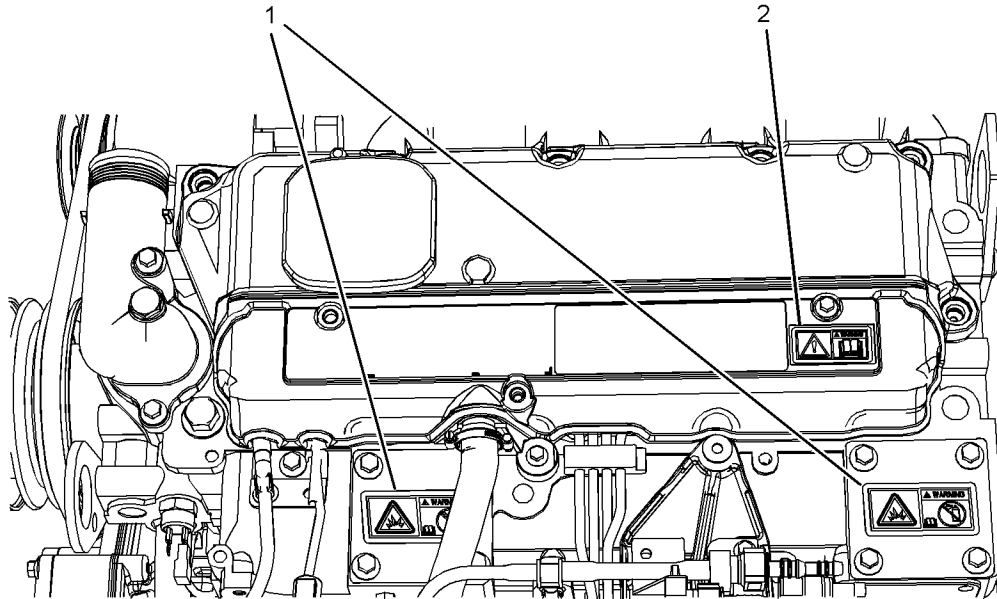

Abbildung 2
Das Schild Allgemeine Warnung (2) befindet sich hinteres Ende vom Ventilmechanismusdeckel. Siehe Abbildung 2.
Das Äther-Warnschild (1) befindet sich auf dem Deckel des Ansaugkrümmers. Siehe Abbildung 2.